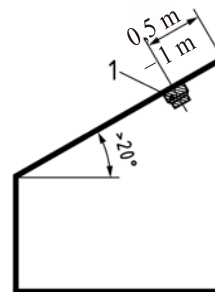
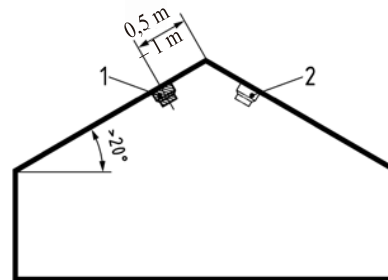
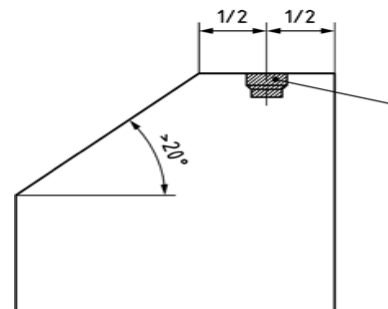
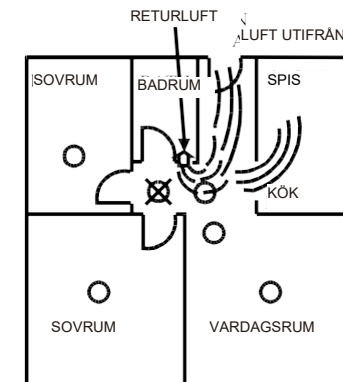

Fig. 2 – Montering på ett sluttande tak $>20^\circ$
Fig. 3 – Montering under en taknock med taksluttning $>20^\circ$
Fig. 4 – Montering i rum med delvis sluttande tak och horisontellt
Fig. 5 – Områden med stillastående luft
I rum med sluttande tak på mer än 20°, ska brandvarnaren monteras på ett avstånd på min 0,5 m och max 1 m från takets överkant, se exemplen i Fig. 2 och Fig. 3.
I rum med sluttande tak under en taknock, ska brandvarnaren monteras såsom visas i Figur 3 under förutsättning att avståndet till taknocken är ≤ 1 m. Om det horisontella taket i rum med delvis sluttande tak har en bredd på mer än 1 m, ska brandvarnaren monteras i mitten på det horisontella taket, se Fig. 4.
- I rum med stillastående luft där ventilationssystem kan orsaka blockerade luftflöden så att luft inte passerar genom brandvarnarens detekteringskammare. Undvik även platser med luftflöden från områden där man normalt sett kan förvänta sig förbränningspartiklar, såsom kök. Fig. 5 visar korrekt resp. inkorrekt placering av brandvarnare.
- I områden med stillastående luft, exempelvis under taknockar eller högt uppe längs väggar eller tak med udda form. Stillastående luft kan förhindra att rök når brandvarnaren. Se Fig. 2, Fig. 3, Fig. 4 och Fig. 5 för rekommenderade monteringsplatser.